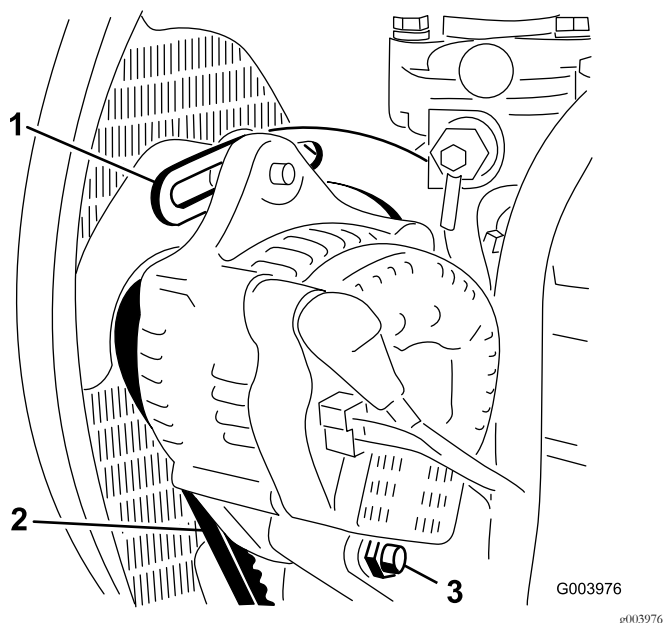

図 72
2. オルタネータ側プーリとクランクシャフト側プーリ間の中央部でオルタネータベルト(図 72)を指で 10 kg 程度の力で押してベルトの張りを点検する。
3. プレースをエンジンに固定しているボルト(図 72)と、オルタネータをプレースとピボットボルトに固定しているボルトをゆるめる。